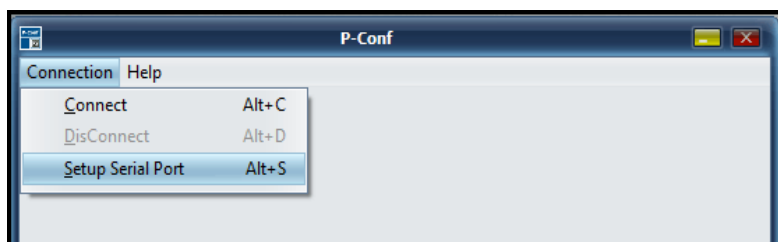
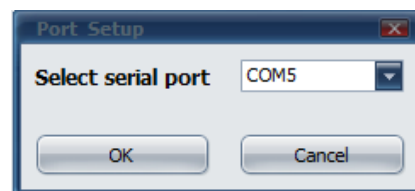

Рисунок 1 – Начальное окно программы «P-Conf»
Рисунок 2 – Диалоговое окно выбора порта
1) включить ПК и запустить программу «P-Conf», – откроется начальное окно с двумя вкладками (рисунок 1);
2) выбрать команду «Connection ▶ Setup Serial Port» (рисунок 1) и, в открывшемся диалоговом окне, выбрать порт, к которому подключен Программатор (адаптер) PCON 200. Подтвердить выбор нажатием кнопки «OK» (рисунок 2);